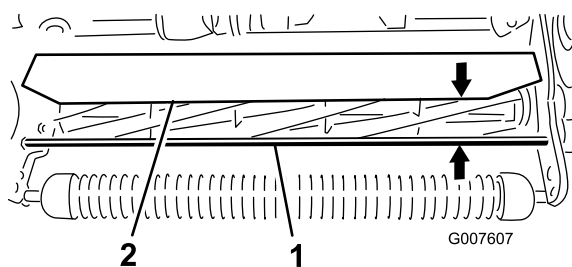

図 52
1. 前サポートロッドの上面からシールドの前リップまでの距離をカッティングユニットの両端で測定する 図 52。